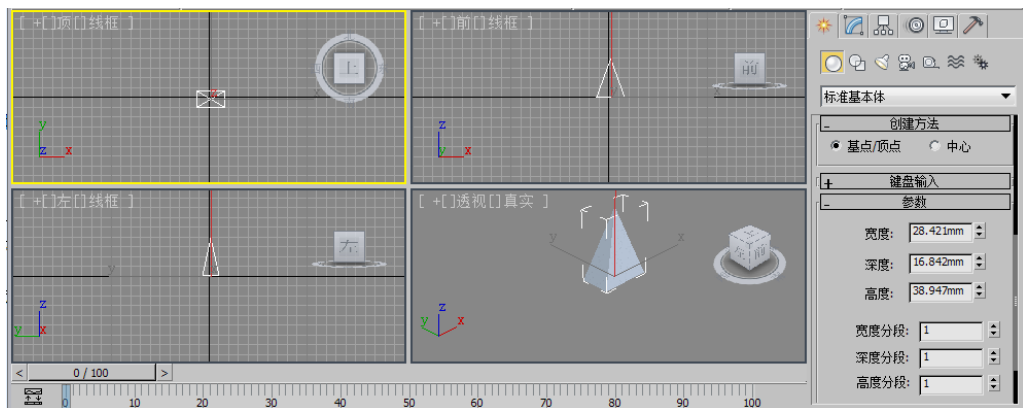

图3-23
- 03 单击鼠标左键，完成棱锥的创建，其创建效果与参数面板如图3-23所示。